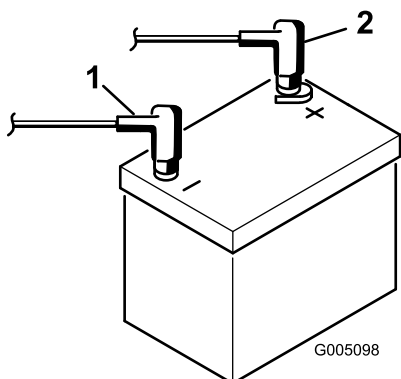

Figure 6
2. Branchez le câble de batterie positif (rouge) entre le solénoïde de démarreur et la borne positive (+) de la batterie (Figure 6). Serrez-le avec une clé et enduisez la borne de vaseline. Vérifiez que le siège ne touche pas le câble quand il est reculé au maximum, car il risquerait de l'user ou de l'endommager.